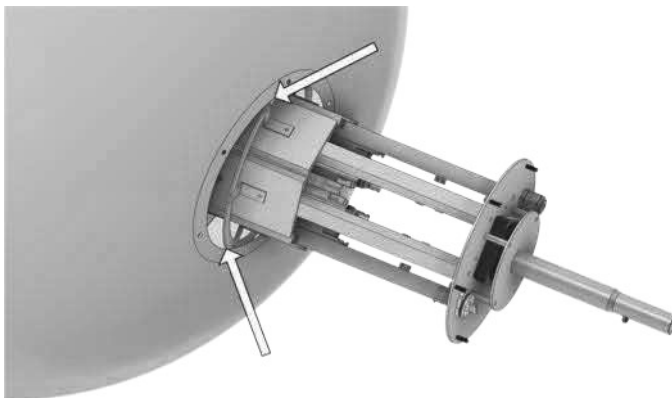

Abb. 8
5. Dasselbe Verfahren auch für das Abziehen der Hülle über die LED-Schutzringe und die Deckplatte verwenden (Abb. 8).